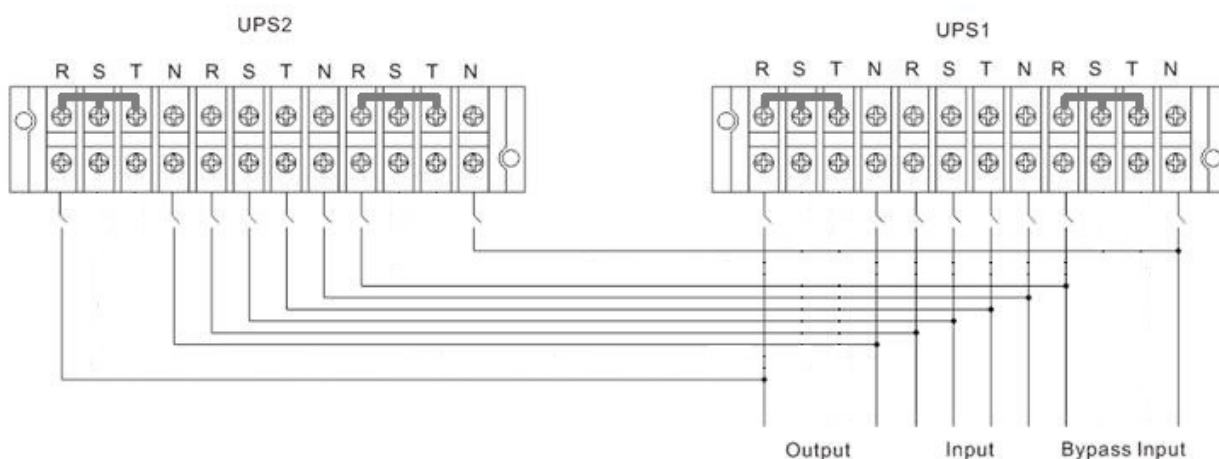

Figura 7.1 - Conexiones del sistema paralelo
1. En primer lugar, asegúrese de que todos los SAIs sean modelos preparados para el sistema paralelo y luego conecte los terminales de entrada/salida como se muestra en la figura 7.1, utilizando interruptores de entrada/salida externos.